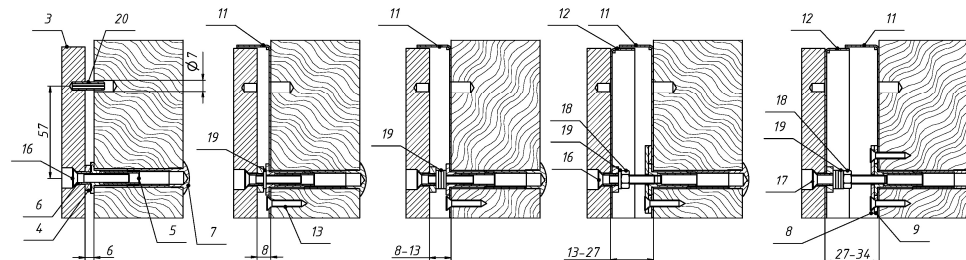

Рисунок 7
5.7 При расстоянии от якоря до полотна двери 6 мм (рисунок 7) необходимо сверлить отверстие под штифт Ø7 мм. Для других размеров фиксация от поворота якоря осуществляется кожухом (11), фиксированным саморезами (13).